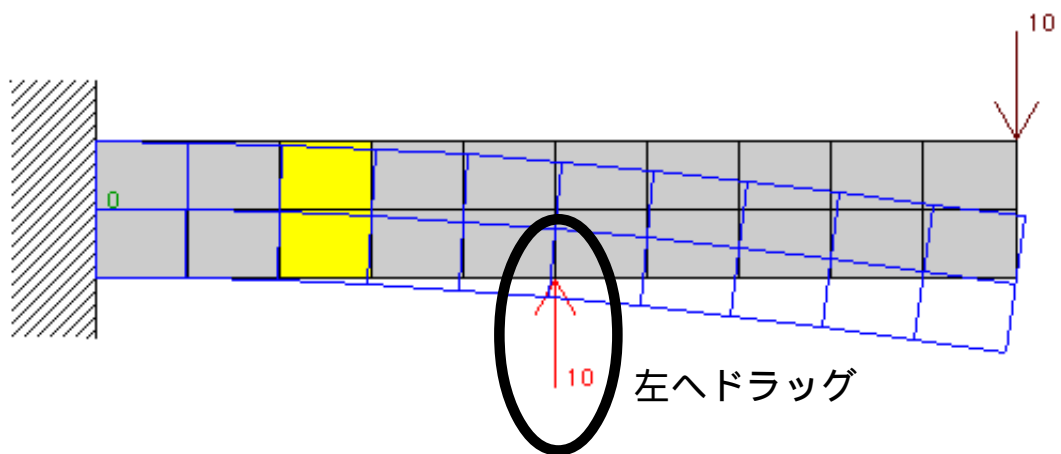
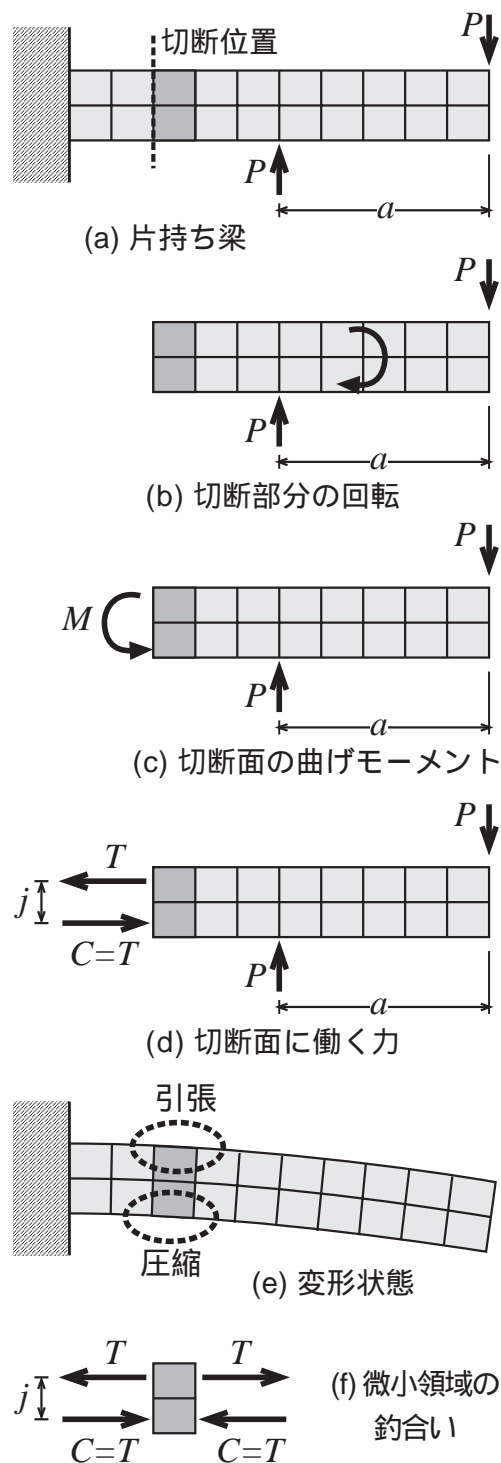

図 2.1.6 下の荷重を中央に移動
図 2.1.10 梁の切断と釣り合い
- 2) 下の荷重を表す矢印にカーソルを合わせ図 2.1.6 のように中央までドラッグする。
(6) ではなぜ梁の上部が伸び下部が縮むのであろうか？ このことを考えるため、画面右下の「切断された梁」ボタンを押してみよう。図2.1.9のような画面になる。これは、図2.1.10(a)破線のように黄色領域の左側で梁を仮想的に切断したイメージである。すると、外力だけでは図2.1.10(b)のように切断部分が右回りに回転してしまう。回転を止めるためには、図2.1.9(c)のように切断面に左回りの作用Mが働かなくてはならない。これを「曲げモーメント」という。その大きさは、第1章トラスで学んだように、
では「曲げモーメント」の実態は何かというと、図2.1.10(d)のような引張力 (tension) T と圧縮力 (compression) C のペアなのである。水平方向の釣り合いより、 $T = C$ が成立する。また、 T と C の距離を j とすると、テコの原理より、 $T \cdot j = P \cdot a$ が成り立つ。
T と C は、図2.1.10(e)のように、梁の上部が伸び、下部が縮むことで発生する。さらに、図2.1.10(f)のように黄色領域の右側でも梁を切断すると、この領域が釣り合うためには同じ大きさの引張・圧縮力が加わることがわかる*1。この引張・圧縮力が「梁の上
部が伸び、下部が縮む」原因なのである（図 2.1.10(e) 参照）。図 2.1.6 の操作で荷重移動によって変形が進んだ理由も、距離 a が増大することで曲げモーメントが増えたからである。もう一度、画面上で下側の P の位置を変化させ、詳細領域に発生する力と変形が変化することを確認しよう。
働くことがわかる。これは図 2.1.10 の釣合いと同一である。